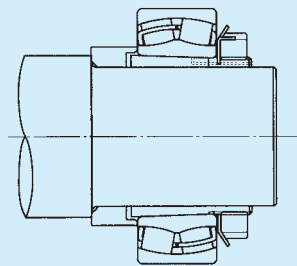
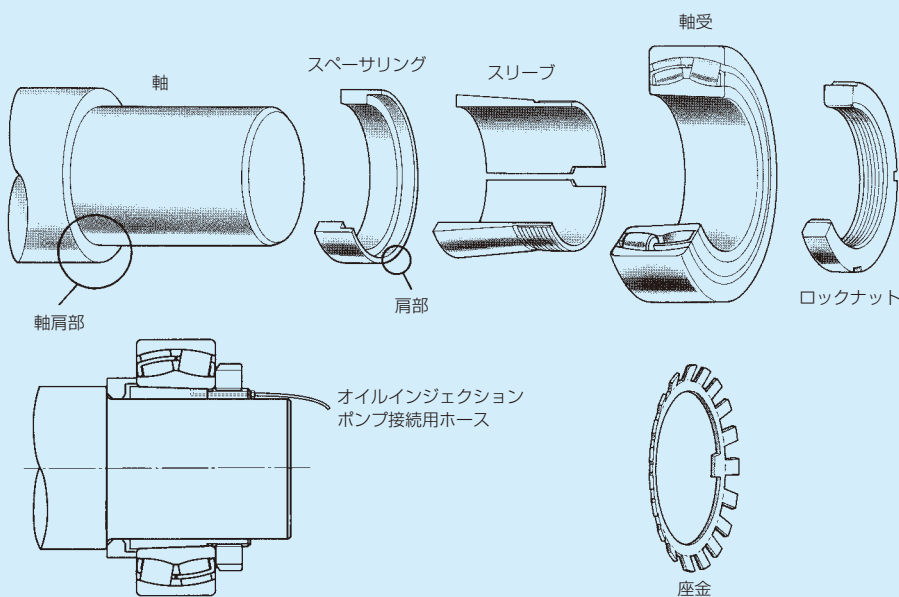

図6.13 組み込み図
図6.14 オイルインジェクション法
**c) オイルインジェクション法 (図6.13, 図6.14)**